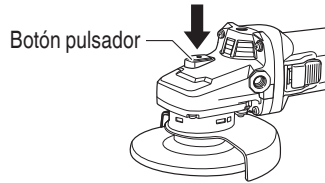

Fig. 10
7. Compruebe el botón pulsador. Cerciúrese de que el botón pulsador esté desenganchado presionándolo dos o tres veces antes de conectar la alimentación de la amoladora. (Fig. 10)